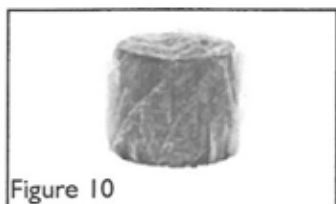

Figure 10
7.4 Maintenance du filtre [figure 10]